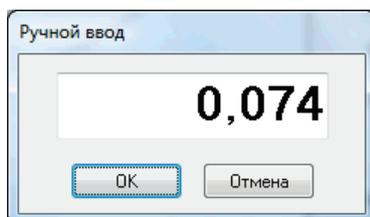

Рисунок 8 – Окно числового редактора.
- **Таблица результатов измерений – 4.** Доступна, если задана градуировка по стандартным образцам. Результаты измерений вносятся в выделенную ячейку таблицы с прибора автоматически при нажатии кнопки  на панели управления программы или вручную. Ручной ввод данных в выделенную ячейку осуществляется с помощью специального окна редактора (Рисунок 8), которое появляется на экране при нажатии кнопки  на панели управления прибором, а также при нажатии клавиши «Enter» или любой цифровой клавиши на клавиатуре ПК или двойном щелчке левой кнопкой мыши на выделенной ячейке. Удалить значение из таблицы можно нажатием клавиши «Delete». Если введено неверное число или произведено ошибочное удаление, то можно вернуть предыдущее значение с помощью нажатия клавиши «Esc». Данная возможность сохраняется до переключения на любой другой активный элемент главного окна программы.